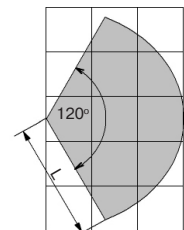

Рисунок 2 – Диаграмма зоны обнаружения
- при выборе места установки следует принимать во внимание диаграмму направленности извещателя (рисунок 2);